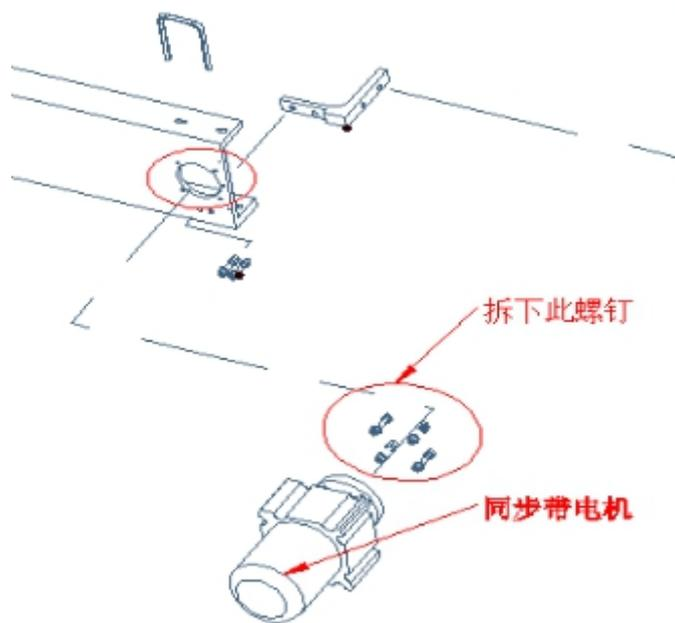
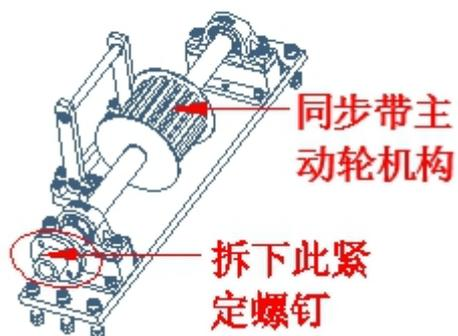

图 7-11
图 7-12
d) 把同步带电机输出轴与联轴器连接的紧定螺钉松开（见图 7-12），再把同步带电机从槽钢上拆下（见图 7-11），搬运到安全位置；然后把同步带主动轮机构整体拆下。